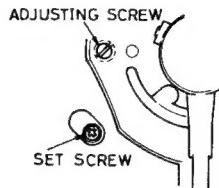

Fig. 5
- Déposer le plateau. Desserrer la vis de fixation du bloc détecteur de 1/2 à 3/4 de tour (Fig. 5).
- Remove the platter. Back off the sensor assembly securing screw 1/2-3/4 turns. (Fig. 5)